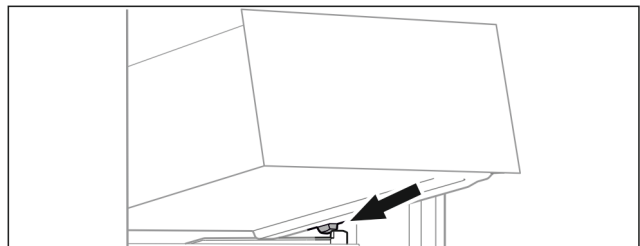

Fig. 76
- ▶ Schubfach schräg hinter den Stoppere auf Behälterrippe aufsetzen. (siehe Fig. 76)